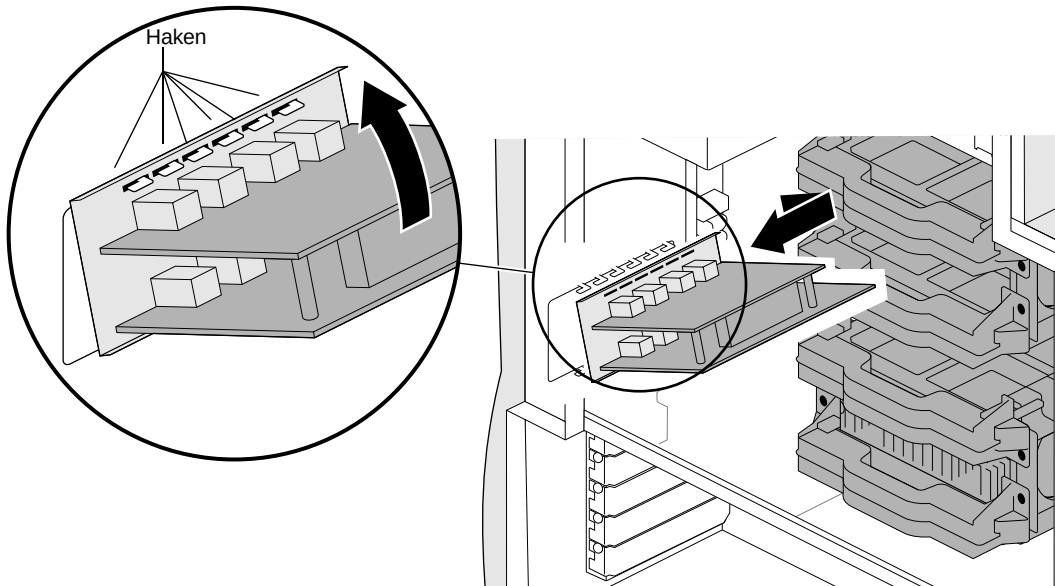

Abbildung 5-23 Entfernen der Silicon Graphics SD1100-Karte
9. Ziehen Sie die Silicon Graphics SD1100-Karte in Ihre Richtung und heben Sie diese von den Haken auf der E/A-Leiste, wie in Abbildung 5-23 dargestellt.